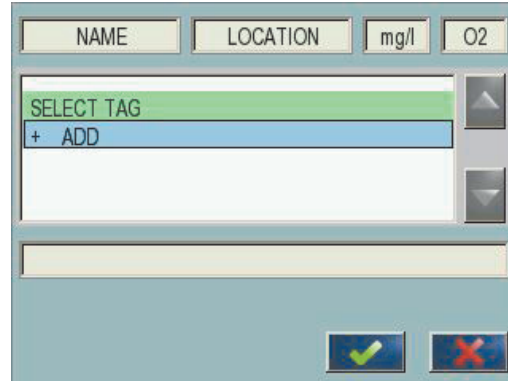

Figura 49 Menú principal del editor de fórmulas
2. El menú principal del editor de fórmulas se muestra (Figura 49). Toque sobre los campos de texto para editar Nombre, Localización, Unidad, Parámetro y Fórmula.